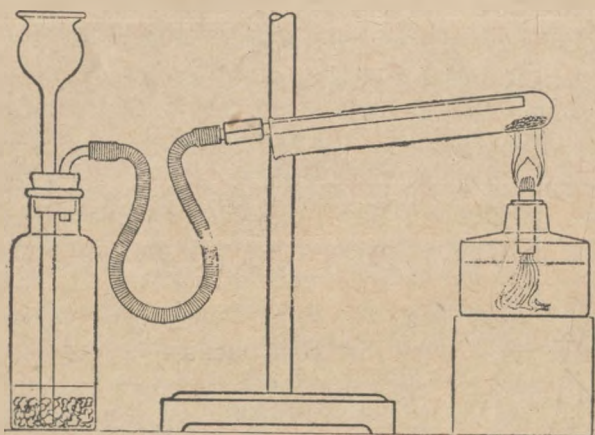

Рис. 68. Нагревание окиси металла в токе водорода.
*Задача 12.* Снарядите водородный прибор. Присоедините к нему наклонно поставленную трубку (рис. 68). Испытайте, чистый ли водород идет из прибора. Поместите в пробирку немного крупинок окиси меди и наденьте пробирку на газоотводную трубку, как
показано на рис. 68. Выждав немного, чтобы водород успел вытеснить из пробирки воздух, нагрейте окись меди пламенем лампочки. Наблюдайте.